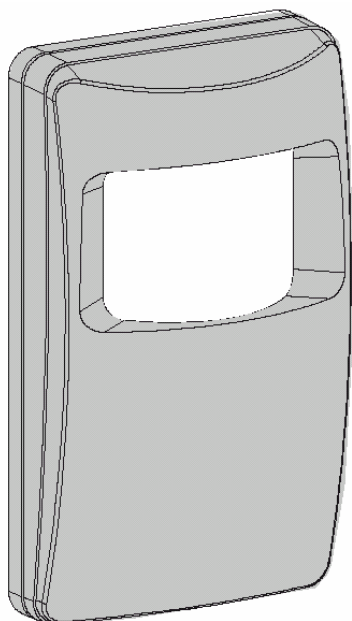

Рисунок 1. Внешний Вид
- A.** Выверните винт крепления вниз (см. Рисунок 1) и снимите крышку.